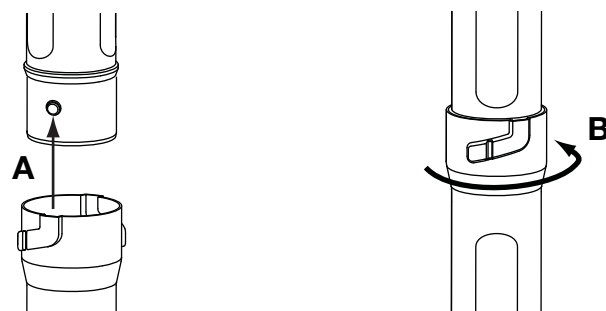

Fig. 4
4. Aligner l'encoche sur l'extrémité second tube de soufflage avec la bosse sur l'extrémité inférieure du premier tube de soufflage inférieur (Fig. 4, A).
5. Insérer le premier tube de soufflage inférieur dans l'encoche du second tube d'extension (Fig. 4, A).
Votre appareil est livré avec une bouteille d'huile SAE 30 SF, SG, SH de 90 ml (3,04 oz) (Fig. 4).
1. Dévisser le bouchon de la bouteille d'huile et retirez le papier couvrant l'ouverture. Remplacez le bouchon. Coupez la pointe de la buse de l'entonnoir (Fig. 4).